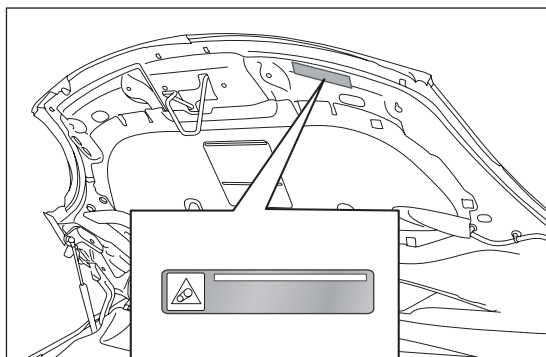

fig. 110
**Avant d'ouvrir le capot du moteur, il faut s'assurer que le moteur du véhicule est coupé et que la clé de contact est en position STOP. Respecter ce qui est indiqué sur la plaque fig. 110 appliquée à l'intérieur du capot moteur. Il est conseillé d'extraire la clé lorsque d'autres personnes sont présentes dans le véhicule. Il ne faut jamais quitter la voiture sans emporter la clé de contact ou l'avoir tournée en position STOP. Pendant le ravitaillement en carburant, vérifier que le moteur soit coupé avec la clé de contact sur STOP.**